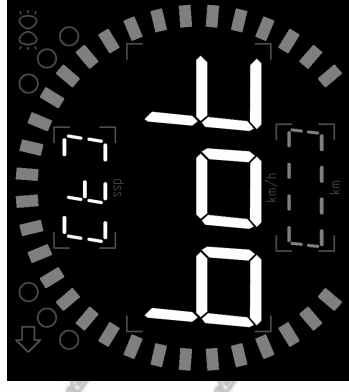
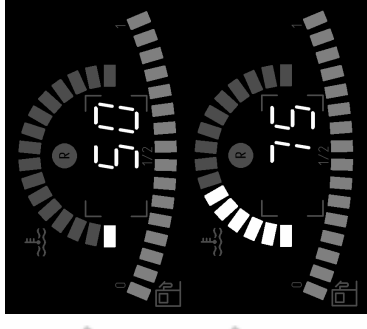

Рисунок 18
Рисунок 19
Режимы калибровки нижней точки (14) и верхней точки температуры двигателя (15) предназначены для точной настройки указателя температуры, работающим совместно с любым резистивным датчиком с отрицательным коэффициентом сопротивления (т.е. сопротивление датчика уменьшается с увеличением измеряемой физ. величины). Для калибровки нижней точки необходимо знать температуру двигателя, она должна быть не меньше 50 °C и не больше 75 °C (в идеале 50 °C), а для верхней точки – не меньше 80 °C и не больше 125 °C (в идеале 90...95 °C). Последовательность действий при калибровке нижней точки температуры двигателя: 1. Прогреть двигатель до 50...75 °C. 2. Перейти в меню калибровки (14) (см. рис. 18, рис. 19). 3. Установить в меню фактическое значение температуры двигателя на момент калибровки (50...75 °C). 4. Нажать кнопку и при появлении слова «ready» в поле общего пробега, не дожидаясь перехода в следующий режим, отпустить кнопку, если новое